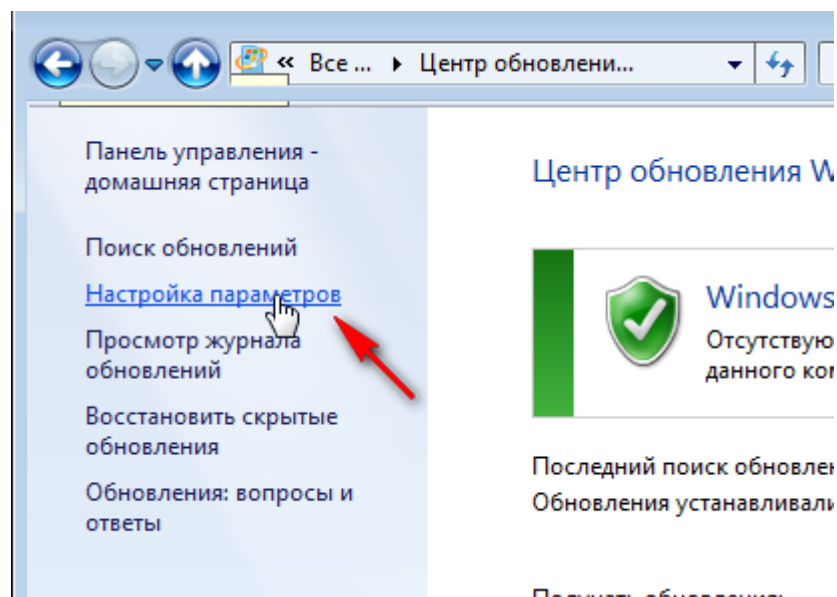

Рисунок 20.
- в правом списке команд выбрать пункт «Настройка параметров» (см. рисунок 20).